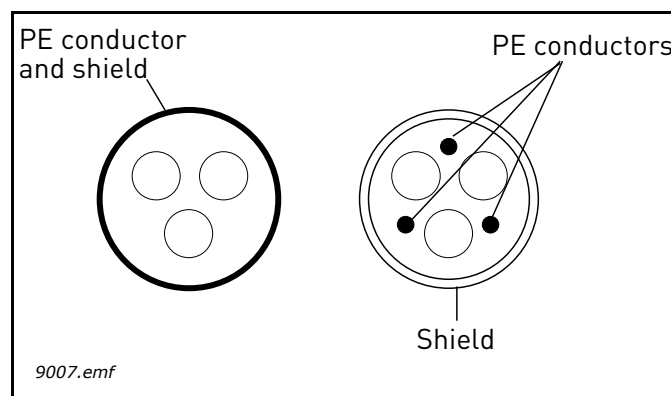

Figure 16.
- 2 = câble d'alimentation symétrique équipé d'un fil de protection concentrique et destiné à la tension secteur précise (MCMK ou similaire recommandé). Voir la figure 16.
- 3 = câble d'alimentation symétrique équipé d'un blindage compact à faible impédance et destiné à la tension secteur précise [MCCMK, EMCMK ou similaire recommandé; impédance de transfert de câble recommandée (1... 30 MHz) max. 100 mohm/m]. Voir la figure 16. * Mise à la terre du blindage à 360 degrés avec presse-étoupe à l'extrémité du moteur nécessaire pour la classe CEM C2.